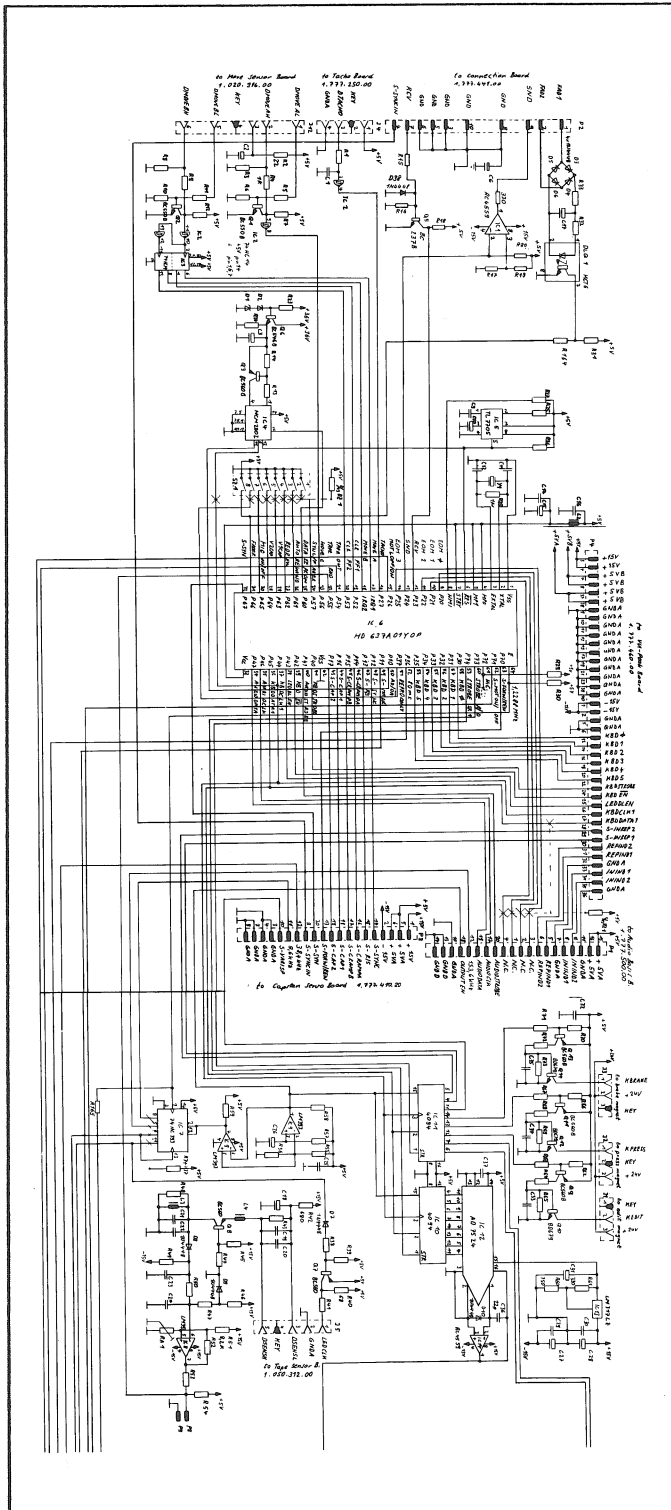

Fig. 3
- Le processeur calcule, à partir de la vitesse de défilement de bande et de la vitesse de rotation du moteur droit, la tension correcte de bande pour le moteur enrouleur. Circuit: processeur IC6 (fig. 3), bus sériel (KBD-DATA1), registre à décalage IC10 (fig. 3), convertisseur N/A IC12 (fig. 3).
Le galet compteur à 5 éléments est palpé par deux optocoupleurs (DLQ1, DLQ2). Les signaux sont appliqués par la prise (J12) au circuit d'évaluation sur le CONTROL BOARD (fig. 3). A l'aide de ce circuit d'évaluation (IC2, IC3, et Q1, Q2) le processeur peut constater la vitesse et le sens de rotation de la bande.
Le TAPE SENSOR BOARD porte une diode émettrice infrarouge (DL1) modulée à 38,4 kHz ainsi qu'un transistor de réception IR (QL1) qui fournit un courant au circuit oscillant parallèle (L4, C19, C20) sur le CONTROL BOARD (fig. 3) en fonction du type de bande, bande normale ou de marquage. Le signal filtré est redressé et appliqué au comparateur (IC8). Le signal évalué est transmis au processeur (IC6, broche 22). Le potentiomètre (RA1) permet de régler le seuil de commutation.